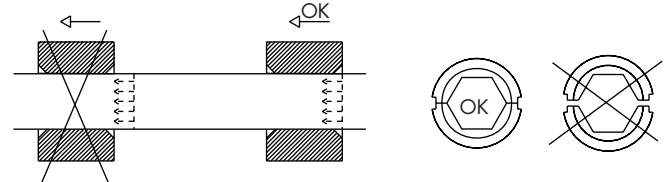

Fig. 2
6. Comenzar la compresión en la línea de puntos grabada en la pieza, siguiendo el sentido de las flechas (fig. 2).
6. Start compression on the dotted line marked on the part, following the direction of the arrows (fig. 2).